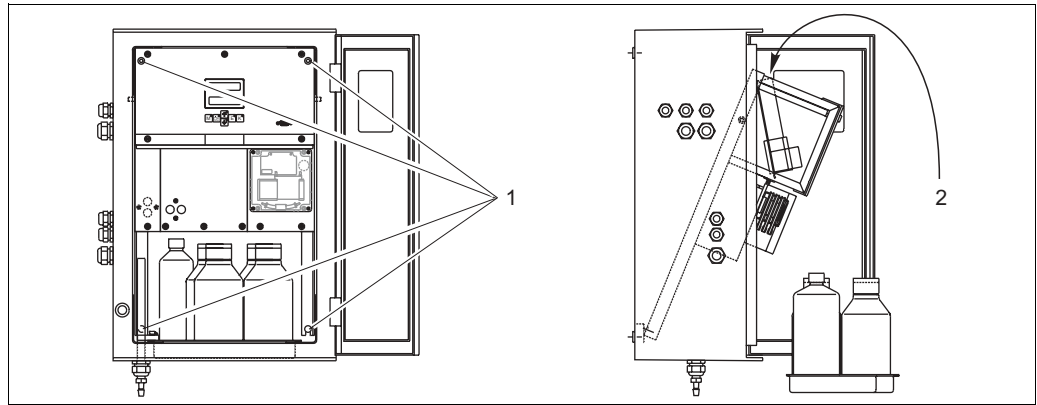

Fig. 13: Rotazione verso l'esterno del telaio dell'analizzatore
1. Svitare le due viti Allen inferiori SW 6 di 3 sino a 4 giri (fig. 13, pos. 1).
2. Svitare le due viti Allen superiori, finché il telaio dell'analizzatore inizia a ruotare verso l'esterno. In questo modo è possibile raggiungere la morsettiera (pos. 2).